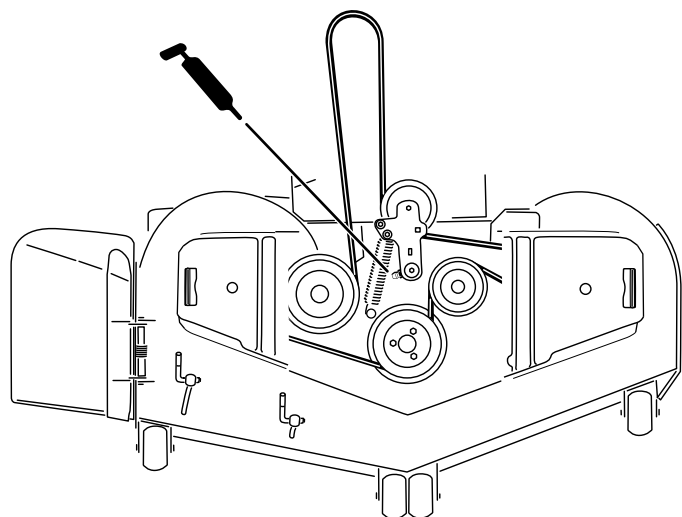

Figura 42
3. Engrase el pivote de la polea tensora de la carcasa de corte hasta que salga grasa por el extremo inferior (Figura 42).